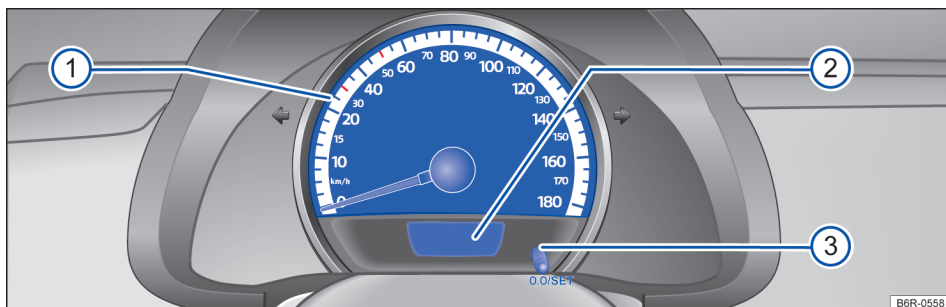
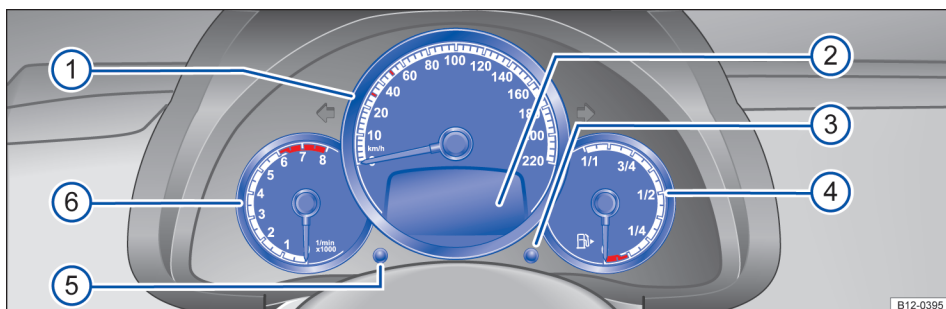

Fig. 10 Instrumento combinado no painel de instrumentos: variante 1.
Fig. 11 Instrumento combinado no painel de instrumentos: variante 2.
Alguns controles e funções aqui representados pertencem a determinados modelos e versões ou são opcionais → Fig. 11.
Significado dos instrumentos → Fig. 10 ou → Fig. 11:
- ① **Velocímetro** (indicador de velocidade).
- ② **Indicadores do display** → Página 18.
- ③ **Botão para zerar o hodômetro parcial (trip)** com ignição ligada e motor desligado.
- Pressionar o botão **0.0/SET** por aproximadamente 3 segundos para zerar o hodômetro parcial e, se necessário, outros indicadores do indicador multifunções → Fig. 10.
- ③ **Botão para reinicializar o indicador do intervalo de serviço** → Página 25.
- ③ **Botão de ajuste do relógio** ou para alternar entre o **indicador da temperatura do líquido de arrefecimento do motor** e o **relógio** → Fig. 10.
- Alterar visualização relógio / temperatura do líquido de arrefecimento do motor: Ignição ligada. Manter pressionado **0.0/SET** (3), a indicação presente começa a piscar. Acionar brevemente o botão **0.0/SET** (3) para comutação entre a visualização do relógio ou temperatura do líquido de arrefecimento do motor.
④ **Indicador do nível de combustível** → Página 23.
⑤ **Botão de ajuste do relógio.**
- Com a ignição ligada¹⁾, para ajustar o relógio, se necessário, alterar para o indicador do relógio, pressionar a chave → Página 26 ② para cima ou para baixo ou pressionar o botão de ajuste → Fig. 11 ⑤.
⑥ **Tacômetro (conta-giros)** (rotações x 1000 por minuto do motor em funcionamento).